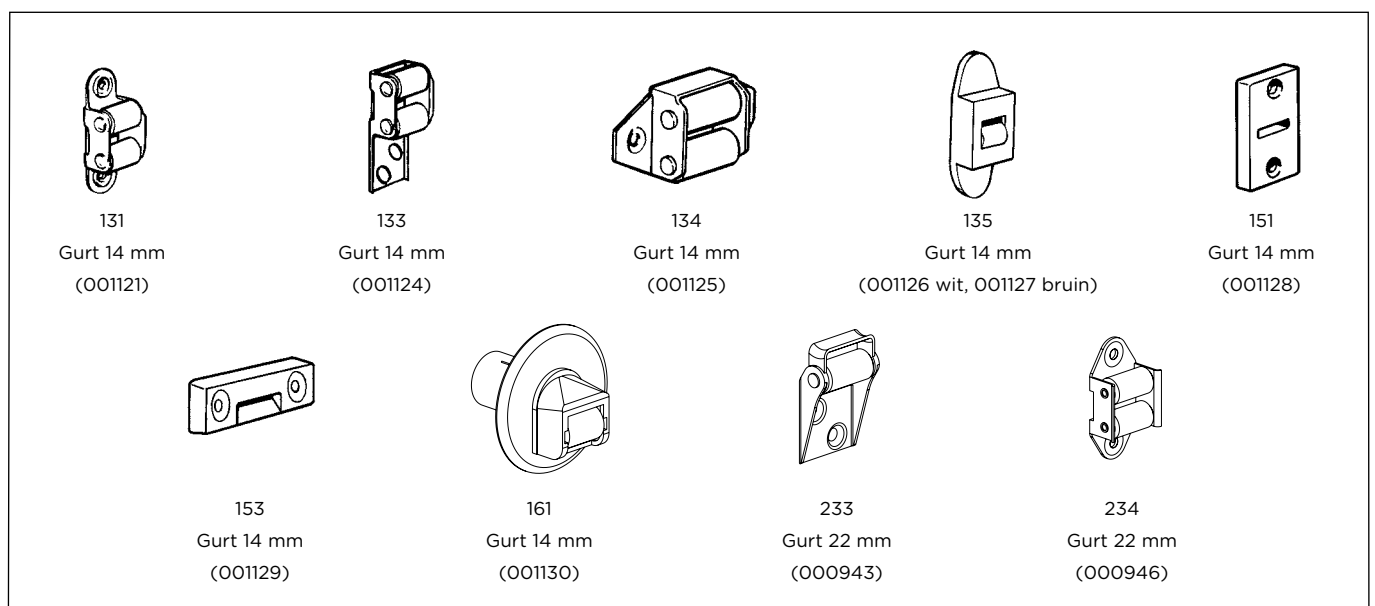

Abb. 10:
- Übersicht der zur Verfügung stehenden Gurtführungen: siehe Abb. 10